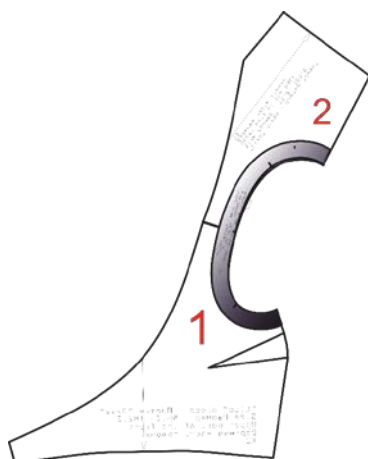
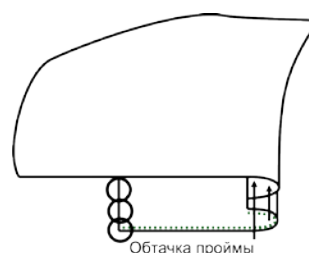

Рис. 2
Рис. 3
- настройте припуски шва обтачивания на обтачку (Рис.2 и Рис.3)